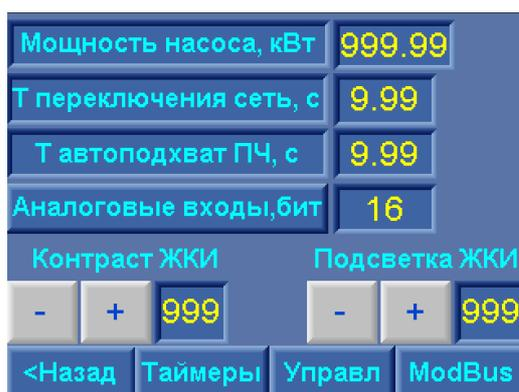
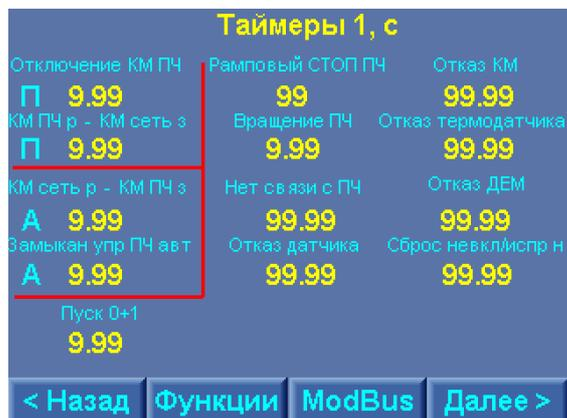
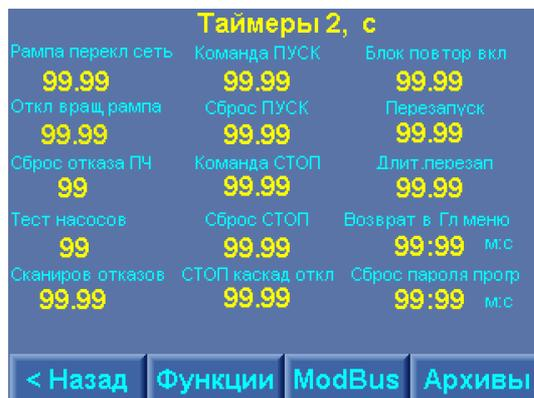
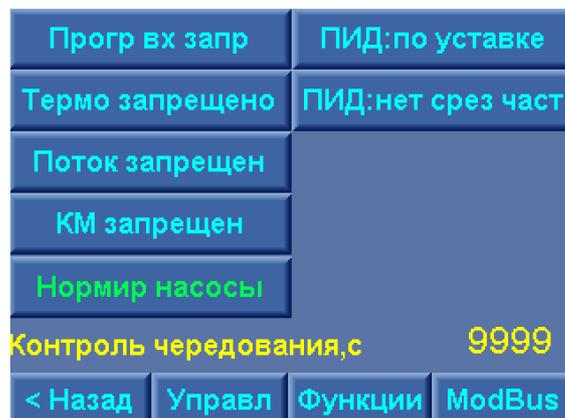

Рис. 2.1П. Меню Функции
Рис. 3.1П. Меню Таймеры 1
Рис. 4.1П. Меню Таймеры 2
Рис. 6.1П. Меню Управление 2
- изображение красного индикатора – управление комплексом заблокировано из меню Функции (рис. 2.1П). При блокировке управления появляется красный индикатор. В строке состояний Главного меню индицируется «Блокировка».
При вводе мощности насоса в меню Функции (рис. 2.1п) в меню Таймеры 1 изменится значение T2:  $T2 = (T_{п} f(P \text{ насоса}) - T1)$ . Время T1 при вводе мощности не рассчитывается, является постоянной введенной величиной. Рекомендуемое значение – 0,02 секунды.
При изменении параметра T отключения КМ ПЧ изменится общее время переключения насоса к сети в меню Функции (рис. 2.1П).
Значения таймеров Т КМ ПЧ р – КМ сеть з, (Т3), Т замыкания цепи управления ПЧ (Т4) могут вводиться прямой записью. При этом изменится значение времени Т автоподхват в меню Функции (рис. 2.1п).
При нажатии клавиши «Далее >» меню «Таймеры 1» - переход к меню «Таймеры 2» (рис. 4.1п).
- Команда ПУСК – интервал времени формирования команды ПУСК – каскадного пуска дополнительных насосов (t1 - п. 4.2, рис. 4.1);
- Сброс ПУСК – интервал времени снятия команды ПУСК (t2 – п.4.2, рис. 4.1);
- Команда СТОП – интервал времени формирования команды СТОП – каскадный останов дополнительных насосов (t3 - п. 4.2, рис. 4.1);
- Сброс СТОП – интервал времени снятия команды СТОП (t4 – п.4.2, рис. 4.1);
- Блок повторного включения – таймер блокировки повторного включения режима, задержка времени включения режима после установки переключателя «Режим» в положение «Вкл» (п. 11.2, рис. 6.1);
При нажатии клавиши «<**Назад**» меню – возврат в меню Таймеры 2, наладка (рис. 4.1П), при нажатии клавиши «**Функции**» - переход к меню Функции (рис. 2.1П); при нажатии клавиши «**ModBus**» - переход к меню «**ModBus**» (рис. 6.1П).
При нажатии клавиши «< **Назад**» производится выход в Главное меню наладки (рис. 1.1П), при нажатии клавиши «**Функции**» - переход в меню Функции (рис. 2.1П), При нажатии клавиши «**Таймеры**» - переход в меню Таймеры 1 (рис. 3.1П).